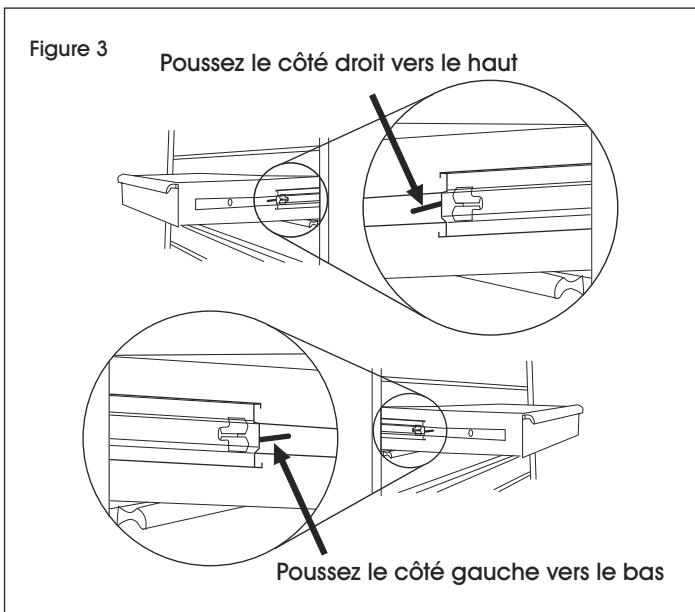

Figure 3
1. Tirez le tiroir jusqu'à ce qu'il soit complètement ouvert. (Voir Figure 3)